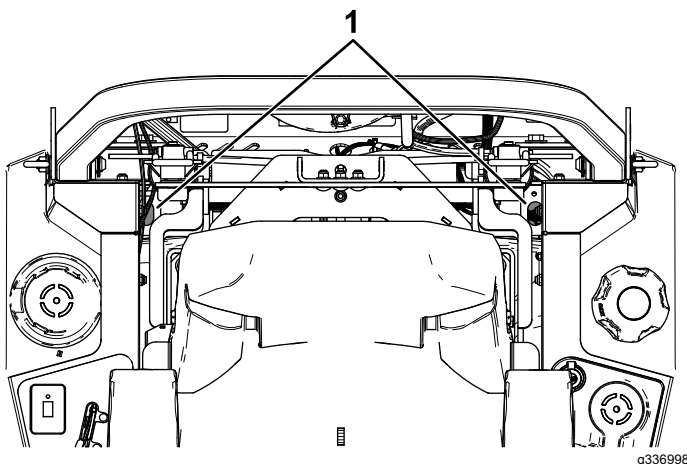

Bild 73
4. Verwenden Sie eine Verlängerung und einen 7/16-Zoll-Steckschlüssel, um die Entlüftungsschraube von der Oberseite der Maschine durch die Löcher in der Nähe der Überrollbügelhalterungen zu erreichen (Bild 73).